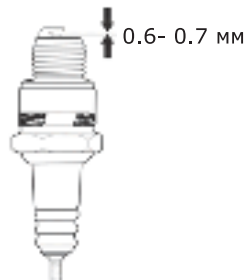

Рис. 25
4. Проверьте зазор между электродами. Он должен составлять 0.6-0.7мм. При необходимости отрегулируйте зазор (рис. 25);